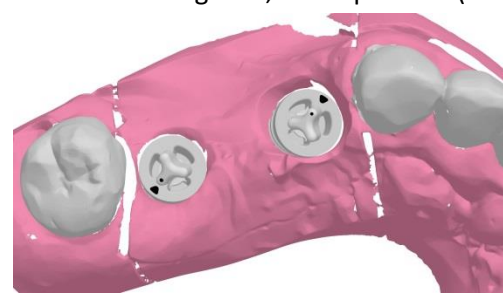
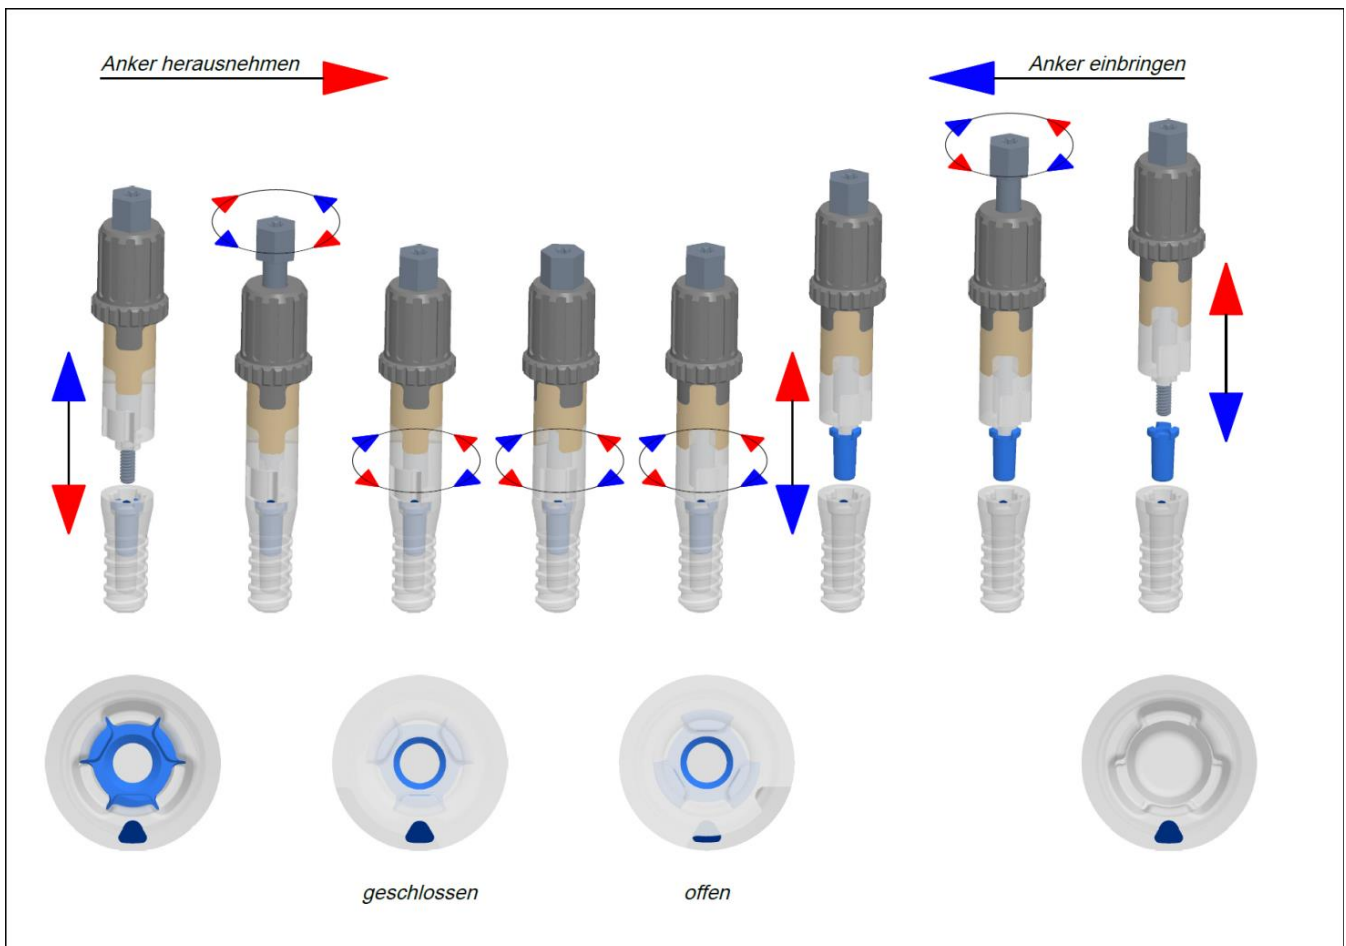
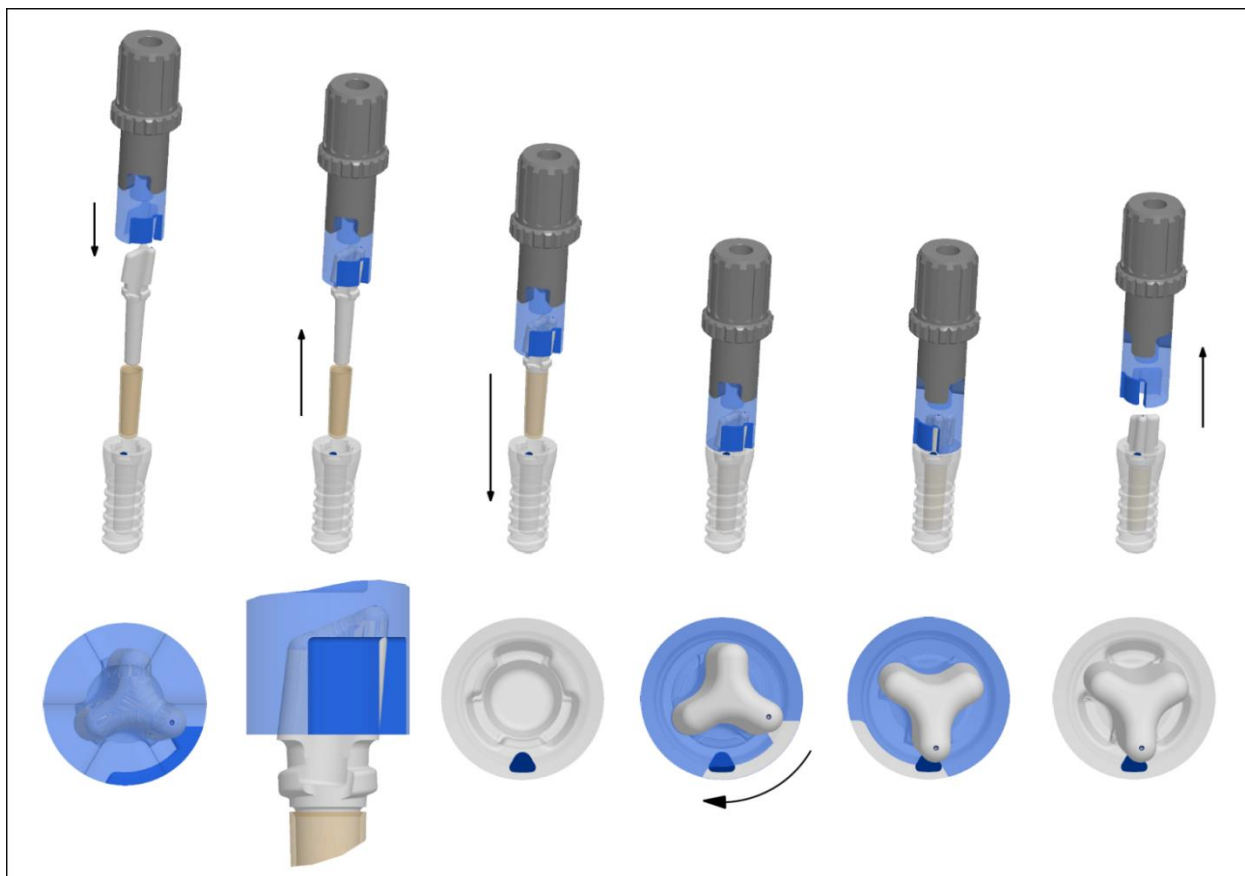

Abb. 3.6-10 Abutment in Endposition
Abb.: 3.7-01
Abb.: 3.8-01
- Aufsetzen des Anker-Ausdreh-Werkzeugs und Eindrehen des Koppelbolzens zur festen Verkopplung mit dem Ankerteil, s. Abb. 3.7-01.
- Wenn im Sichtfenster die **Dreiecks - Markierung** auf der Oberseite der Implantat-Schulter teilweise verdeckt am linken Rand des Sichtfensters sichtbar ist, kann das Anker-Ausdreh-Werkzeug mit entriegeltem Ankerteil herausgezogen werden, siehe Abb. 3.7-01.
Einbringen des Abutments und der Hülse mittels mitgelieferter Koppelteile und Eindrehwerkzeuge (bitte beachten: im Sichtfenster muss die Markierung vollständig sichtbar sein (siehe Abb. 3.8-01)!
2. Wiedereinbringung der Ankerteile, siehe Abb. 3.8-01 → Durchführung in umgekehrter Reihenfolge!
Die Farbmarkierung auf der Implantatschulter stellt eine Neuentwicklung dar. Sie dient als Orientierung bei der Einbringung von Hilfsteilen und definitiven Prothetikteilen. Mit Hilfe von Koppelteilen werden z.B. Abutments in die richtige Position gebracht. Im Sichtfenster ist dann deutlich erkennbar, wenn bei einer 60°-Drehung der korrekte Sitz des Abutments, erreicht ist, s.a. Abb. 3.6-05 bis Abb. 3.6-10 und auch Abb. 3.8-01. Wichtig ist, dass hierbei exakt vorgegangen wird. Es wird die Anwendung der Lupen-Brille empfohlen. Auch beim Ankerteil steht ein Instrument mit Sichtfensteranzeige zur Verfügung, s. Abb. 3.7-01.